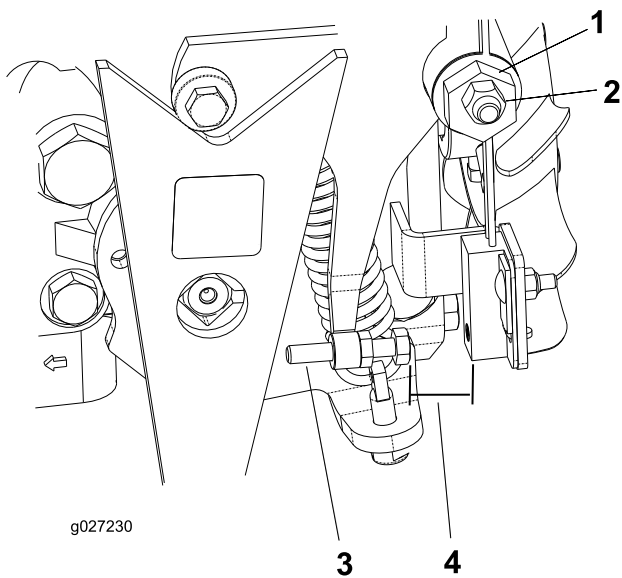

Figura 37
4. Afloje la contratuerca de la leva de ajuste de tracción (Figura 37).
5. Arranque el motor y gire la sección hexagonal de la leva (Figura 37) en ambos sentidos para determinar la posición central del intervalo de punto muerto.
3. Ajuste el tornillo hasta que el hueco sea de 0,8 a 2,3 mm; consulte Figura 37.